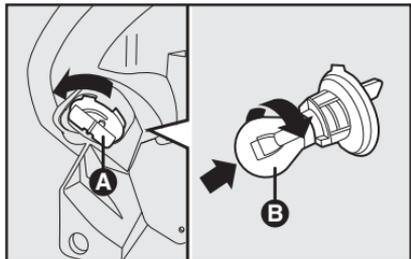

fig. 19
### Delanteras - fig. 19
- quite la tapa/portalámpara **A-fig. 19**, girándola en sentido antihorario;
- quite la lámpara **B-fig. 19** empujándola ligeramente y girándola en sentido antihorario y sustitúyala;
- monte la tapa/portalámpara **A-fig. 19** girándola en sentido horario, comprobando el correcto bloqueo.